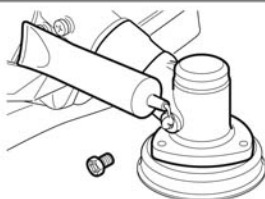

Fig. 39
- > Agregue el lubricante adecuado (Fig. 39).